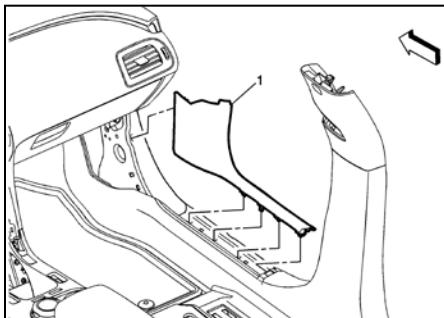

Fig. 2
6. Tirez vers le haut le bord arrière et tirez vers l'arrière pour retirer l'ensemble de retenue du tapis de l'ouverture de la porte latérale avant (*voir Fig. 2*).